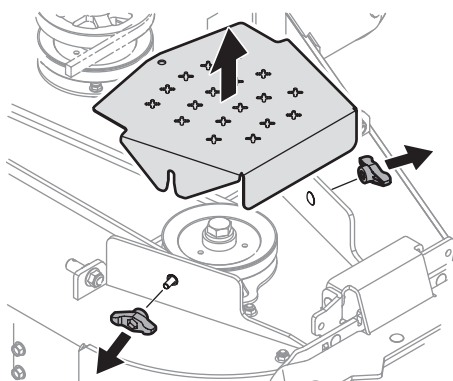

Fig. 32
- Nettoyez le dessus du plateau de coupe, sous les couvercles de la fusée et la zone des courroies (Fig. 32).